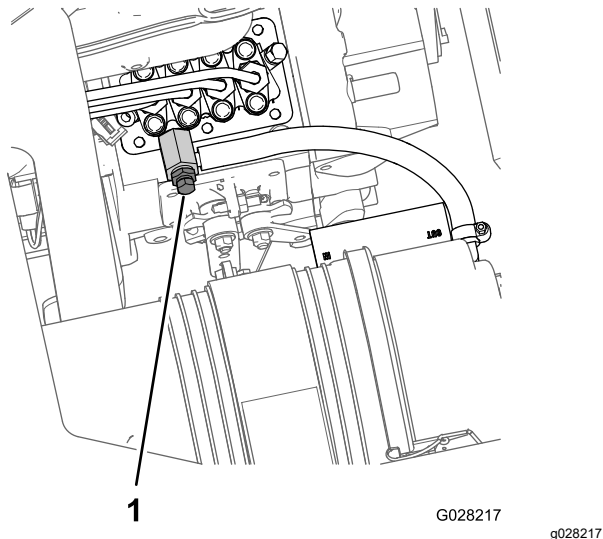

图 79
8. 将放油盘放在发动机燃油喷射泵部位的下方 图 79。
11. 让钥匙保持在“开启”位置直到有整股的燃油从排气螺丝周围排出 图 79。
12. 拧紧排气螺丝 图 79将钥匙转至“关闭”位置。
9. 打开燃油喷射泵 图 79上的排气螺丝。